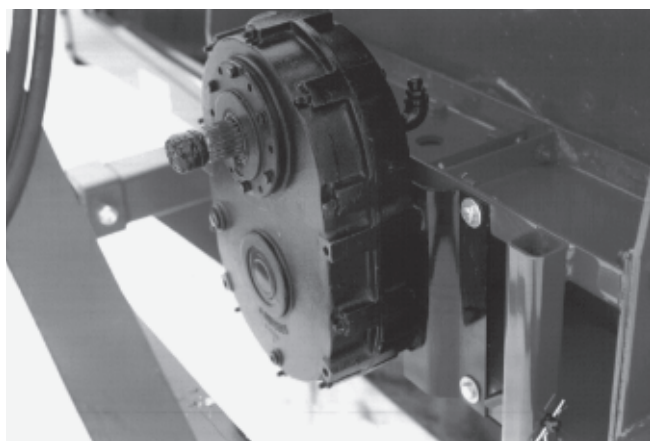

Figure 21
- 3) Si votre souffleuse est équipée du réducteur de 1000/540 tours par minute optionnel, fixez-le sur la boîte d'engrenage à l'aide des braquettes fournies dans l'ensemble (Fig. 21).